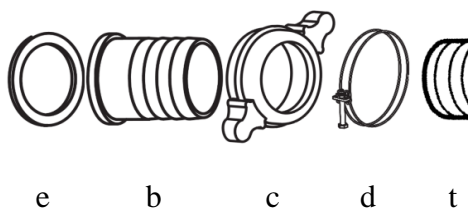

Fig. 5
- La Fig. 5 illustra l'ordine in cui posizionare le parti per collegare correttamente il tubo di aspirazione alla bocca di aspirazione (9) della pompa dell'acqua.
- Analogamente al collegamento del tubo di aspirazione, collegare il tubo di scarico utilizzando un altro set di connettori (guarnizione, adattatore del tubo, collare adattatore e fascetta stringitubo). Fare riferimento alla Fig. 5 per i dettagli.